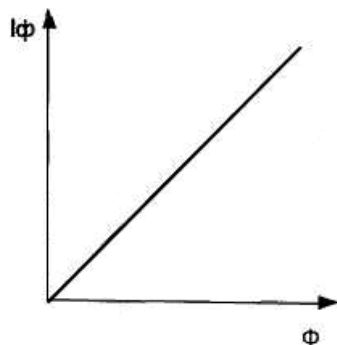

Рис. 3.20. Світлова характеристика фотодіода.
2) світлова характеристика – це залежність струму фотодіоду від величини світлового потоку при постійній напрузі на фотодіоді: $I_d = f(\Phi)$ при $U_d = \text{const}$. У широкому діапазоні змін світлового потоку світлова характеристика фотодіоду є лінійною (рис. 3.20). Це пов'язано з тим, що